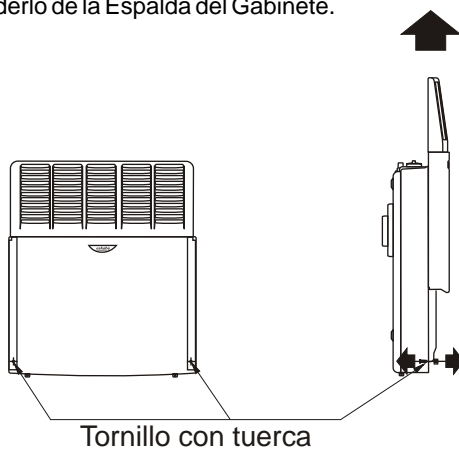

Fig.8
- Retire el Frente quitando **los 2 tornillos con tuercas** (Fig. 8) y deslícelo hacia arriba hasta desprenderlo de la Espalda del Gabinete.